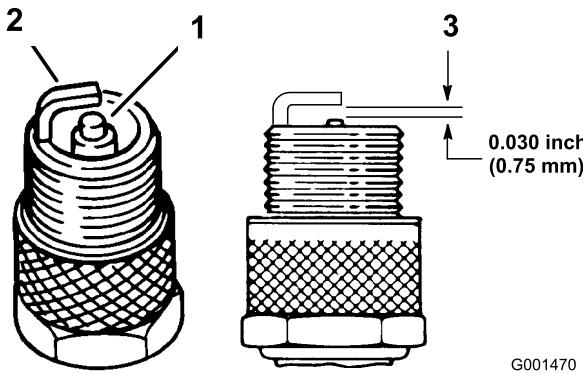

Figura 27
1. Controllate la parte centrale delle candele (Figura 27). Se l'isolatore è di color marrone chiaro o grigio,
3. Controllate la distanza tra gli elettrodi centrale e laterale (Figura 27). Piegate l'elettrodo laterale (Figura 27) se la distanza non è corretta.
3. Collegate i cappellotti alle candele (Figura 27).